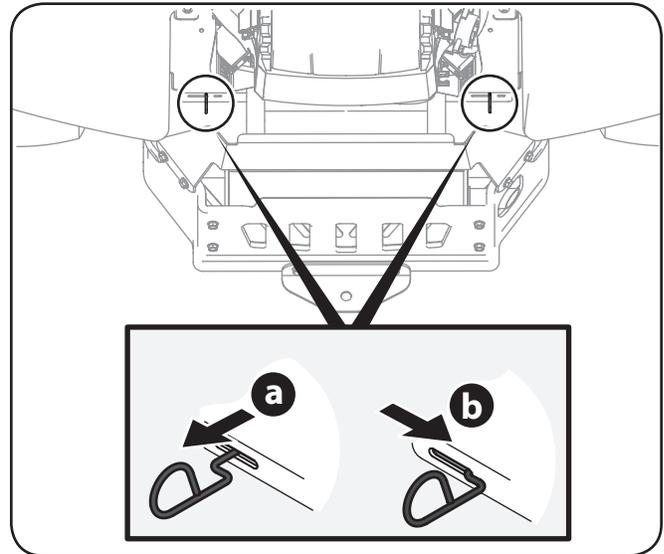

Figure 6-5
1. Repérez les tiges de dérivation des transmissions qui se trouvent à l'arrière de la tondeuse, près du côté intérieur de chaque pneu arrière. Voir Figure 6-5.
2. Pour déplacer l'appareil manuellement sans le démarrer, engagez les tiges de dérivation des transmissions qui se trouvent à l'arrière, de chaque côté de la tondeuse. Les tiges de dérivation des transmissions sont placées à l'arrière de l'appareil, près du côté intérieur de chaque pneu arrière. Pour engager les tiges de dérivation, tirez sur chaque tige (a) et glissez-la vers la droite (b). Voir Figure 6-5.
3. Après avoir déplacé l'appareil, glissez les deux tiges de dérivation vers la gauche pour les désengager. Voir Figure 6-5.